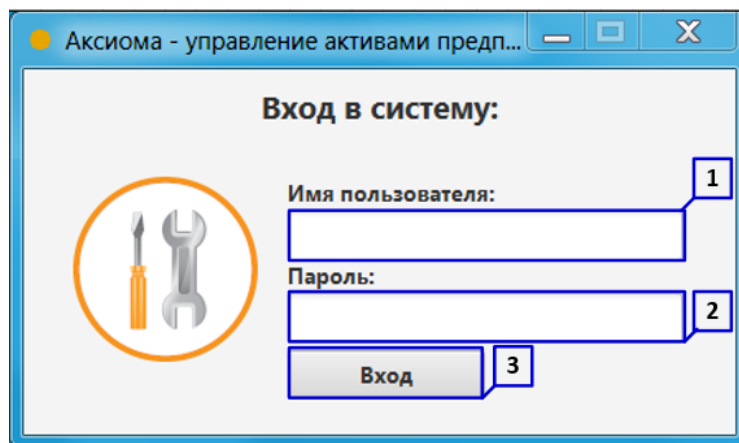

Рисунок 1. Вход в систему «АКСИОМА»
2. В открывшемся окне «Вход в систему» введите «Имя пользователя» (**Рисунок 1 пункт 1**);
3. Введите «Пароль» (**Рисунок 1 пункт 2**);
4. Нажмите клавишу «Вход» (**Рисунок 1 пункт 3**).
3. Рабочие задания (**Рисунок 1 пункт 3**);